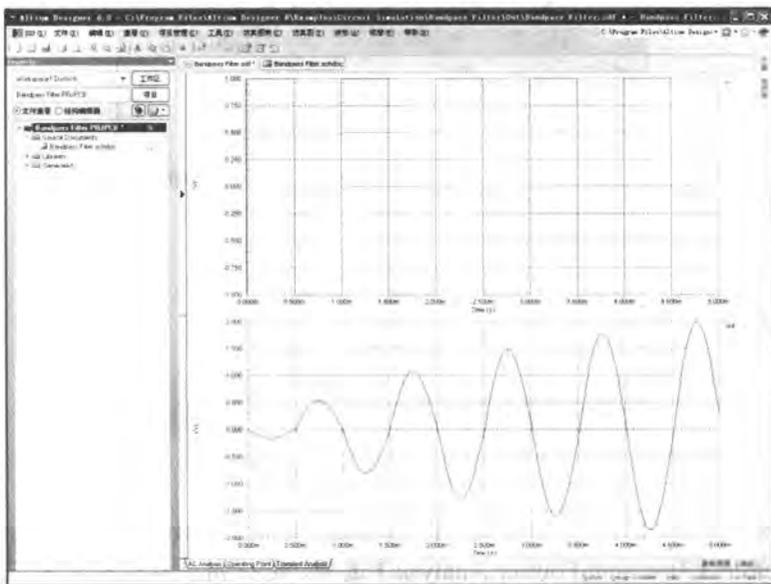

图 7-68 瞬态特性分析的仿真波形
- [2] 仿真成功后，系统首先显示的是所观测信号的时域变化波形，即瞬态特性分析的仿真结果——输入信号“IN”是标准的脉冲波形，输出“OUT”则是经过带通滤波器后滤除了部分频率分量后的波形，如图 7-68 所示。